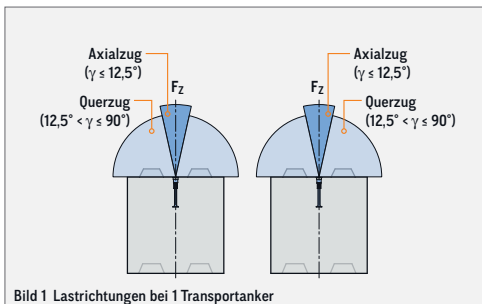

Bild 1 Lastsrichtungen bei 1 Transportanker
- » 1 Transportanker im Betonblock: Lastsrichtungen Axialzug und Querkzug (Bild 1)